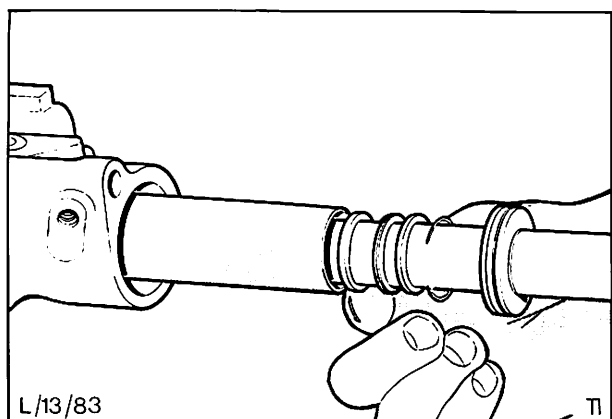

Abb. 33 Dichtringe und Stahlringe in das Innenrohr einsetzen
24. Die auf der Zahnstange befindlichen Dichtungen und Stützscheiben in das Innenrohr hineinschieben, Abb. 33, und Sprengring montieren.